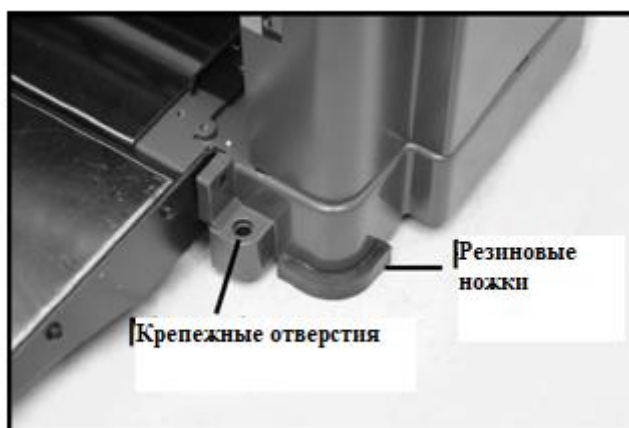

Рис. 3 Монтаж станка
6.4.3 В основании станка расположены отверстия, при помощи которых осуществляется крепление к поверхности. См. Рис. 3